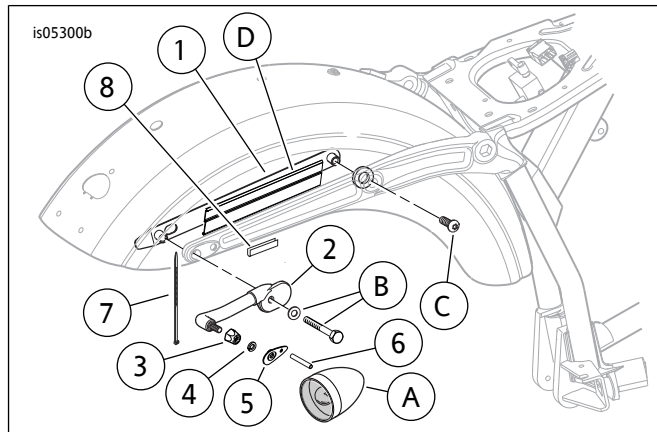

图4. 维修零件：戴纳后转向信号重新定位套件
参见图4和表1。
1. 对于安装宽胎的车型:参见图4。将两条热缩管(6)分别剪切为长度相同的两段。对于所有其他车型:参见图4。将一条热缩管(6)剪切为长度相同的两段。